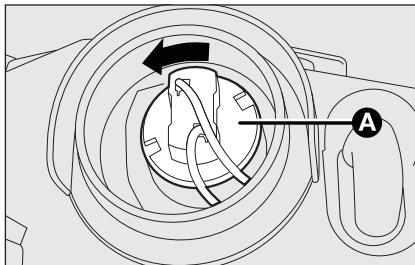

fig. 22 F0S095Ab
- ruotare in senso antiorario il portalamppade **A**-fig. 22 e sfilarlo;